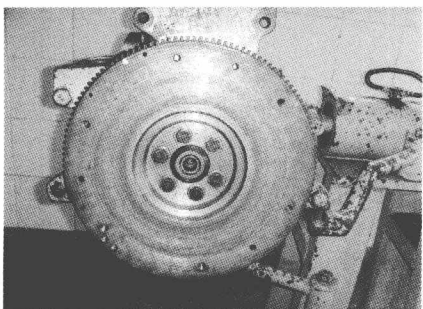

图 1-3 检查压盘
- 3) 应当检查压盘表面是否有烧蚀、沟槽、翘曲和裂纹，存在任何问题都需要更换压盘，如图 1-3 所示。